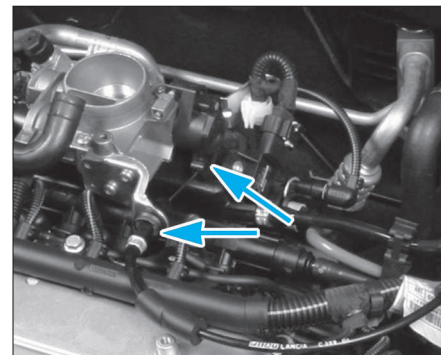

FIG. 18
- Détacher le câble d'accélérateur (Fig.18).